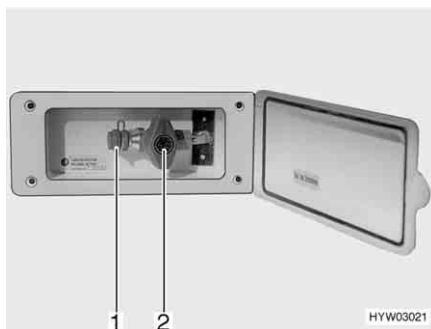

Fig. 108 Presa gas esterna (rubinetto di arresto del gas chiuso)
La presa gas esterna (Fig. 108) si trova, a seconda del modello, nella parte posteriore o sul lato destro o sinistro del veicolo.
- Collegare l'apparecchio a gas esterno all'attacco (Fig. 108,1).
- Aprire il rubinetto di arresto del gas (Fig. 108,2).